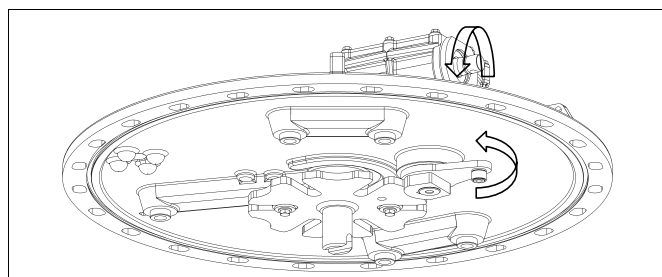

рис. 52
6) Поверните рычаг мальтийской шестерни на 90° внутрь (рис. 52 и раздел 12, монтажный чертеж 7327712E).